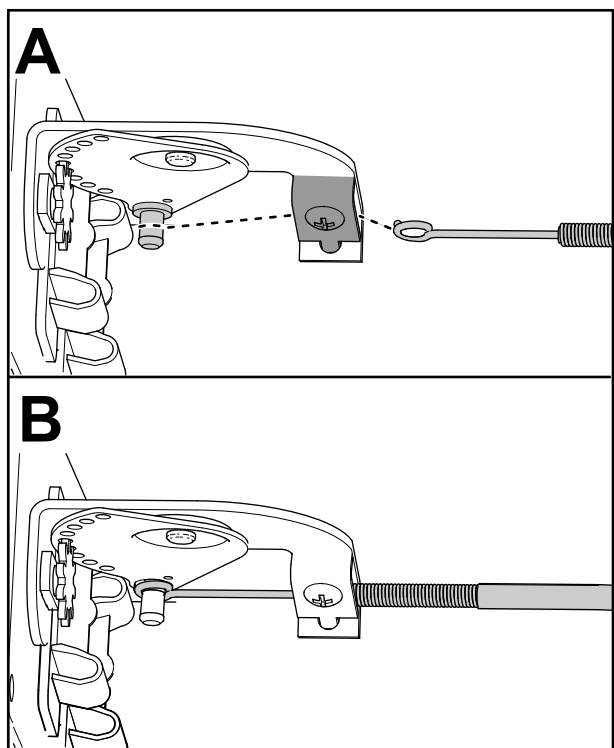

Figure 8
8. Vérifiez que l'interrupteur de chauffage est en position centrale et branchez une extrémité du câble de commande au dos de l'interrupteur de chauffage (Figure 8).